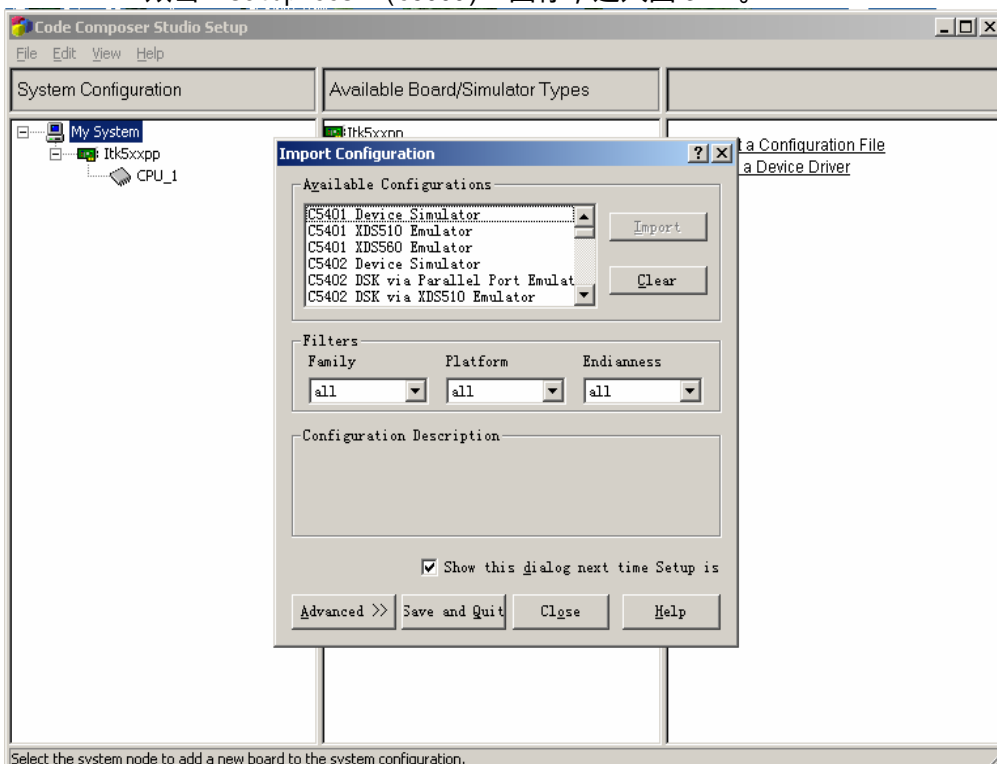

图 3.12 配置驱动 1
B. 双击“setup ccs2 (c5000)”图标，进入图 3.12。